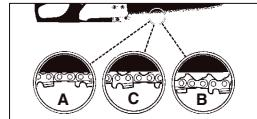

Fig. 5
**PRECAUCIÓN:** Si la cadena de sierra está DEMASIADO FLOJA o DEMASIADO APRETADA, la rueda, la espada, la cadena y los cojinetes del cigüeñal se desgastarán más rápidamente. Consulte la Fig. 5 para obtener información relativa a la tensión en frío correcta (A), tensión en caliente correcta (B) y a modo de guía para saber cuándo es necesario ajustar la cadena de sierra (C).